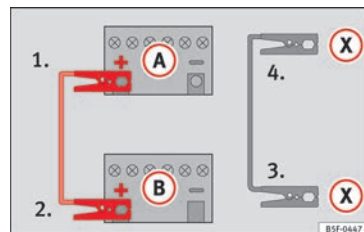

Fig. 76 Esquema de conexión para vehículos con sistema Start-Stop.
- En los vehículos con sistema Start-Stop: emborne un extremo del cable *negro* de emergencia (X) a un terminal de masa adecuado, a una pieza de metal maciza que vaya atornillada al bloque motor o al mismo bloque motor » fig. 76.
5. Emborne el otro extremo del cable *negro* de emergencia (X), en el vehículo con la batería descargada, a una pieza de metal maciza que vaya atornillada al bloque motor o al mismo bloque motor pero lo más alejado posible de la batería (A).